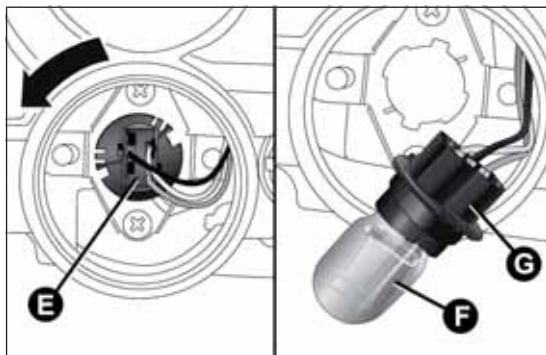

fig. 176
- ☐ ruotare in senso antiorario il portalamпада E fig. 176, estrarre la lampada F dal connettore G e sostituirla;